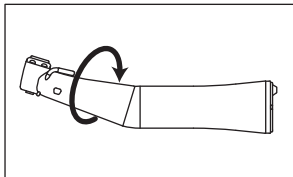

Abb.6
- 3) Drehen Sie den Kopf in die Richtung des Pfeils und halten Sie den Schaft fest. (Abb.6)